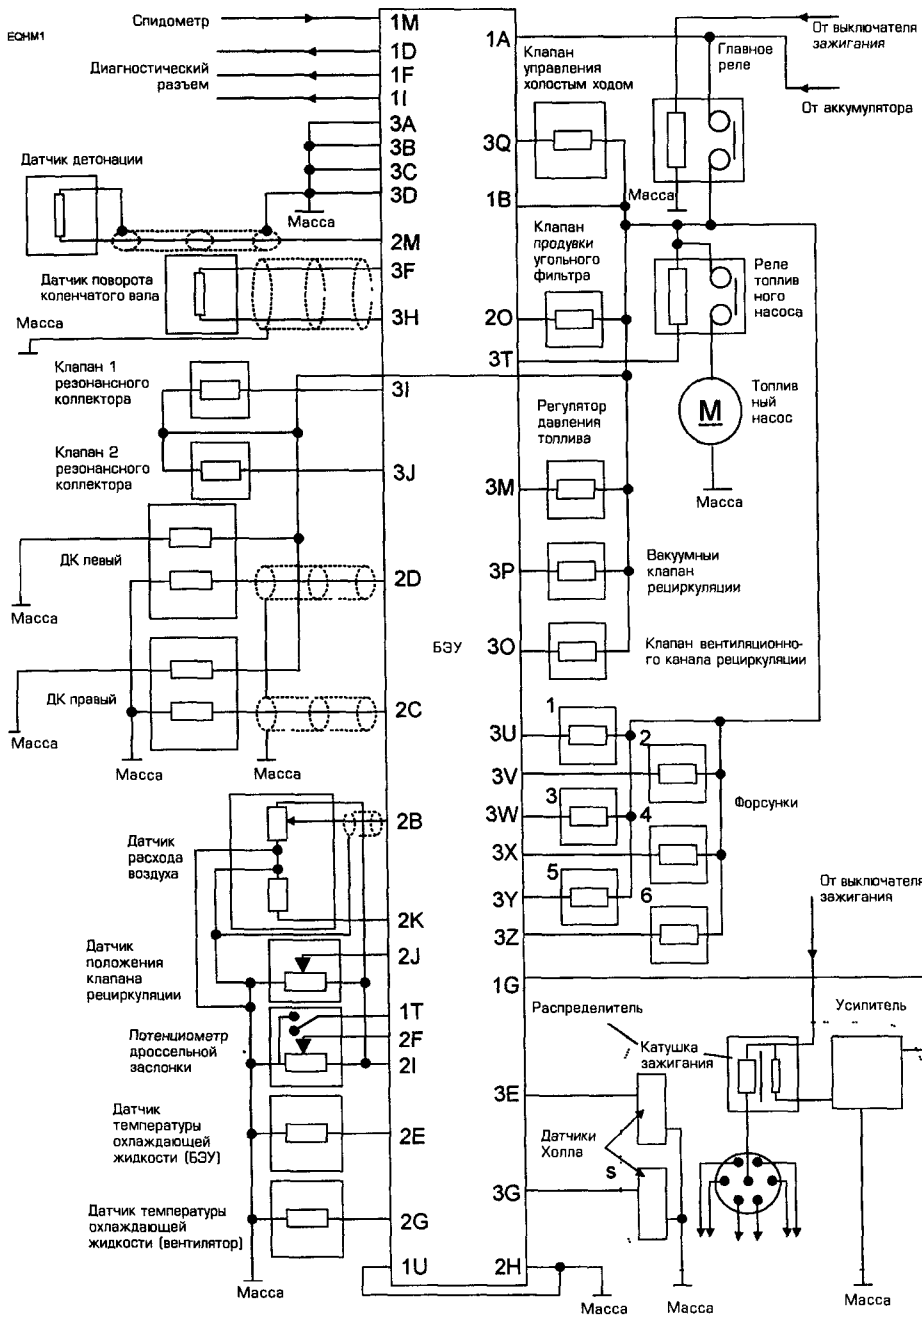

Рис. 11.9. Типичная электрическая схема системы EGI
**Важное замечание!** Обратитесь к главе 4, где описаны основные процедуры тестирования применительно к данной системе. При чтении главы 4 следует учитывать особенности системы и конкретных электрических соединений, приведенных в данной главе (см. рис. 11.9). Следует иметь в виду, что электрические схемы и их компоненты могут иметь различия даже для автомобилей одной и той же модели, поэтому перед началом проверок, а тем более, при замене деталей системы, тщательно проверьте назначение контактов разъемов БЭУ и постарайтесь собрать все доступные сведения об устройстве конкретно Вашего варианта системы.